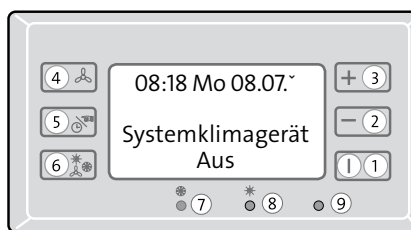

Abb. 6.14
- Mit **Taste 1** Systemklimagerät ausschalten (s. Abb. 6.14)